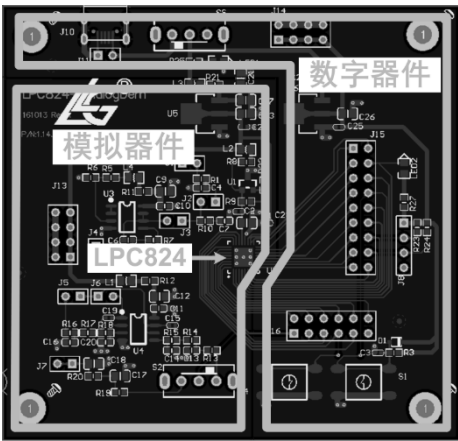

图 2.26 模拟器件与数字器件分区域放置
- 模拟部分器件与数字部分器件，分区域放置，避免交叉放置，详见图 2.26。